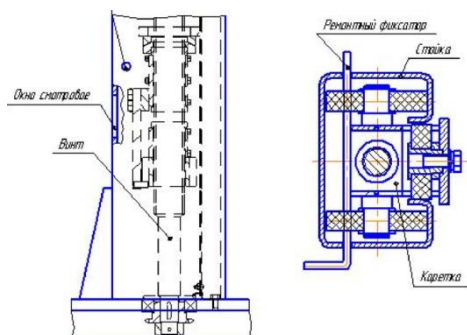

Рис. 6
- проверить положение блока гаек на винтах относительно смотрового окна. Положение должно строго соответствовать Рис. 6 и 7 на Стр. 15; 16.
- проверить положение подпятника и опорного кольца, которые должны быть установлены симметрично оси винта (См. рис. 6, стр. 16).
- вывести несущую гайку из зацепления каретки путем поднятия и фиксации каретки ремонтным фиксатором, который позволяет обеспечить беспрепятственный доступ к блоку рабочего механизма пары "винт-гайка" (рис. 6).
Необходимо регулярно контролировать состояние несущих гаек. Контроль производится через смотровое окно в нижнем положении кареток. Расстояние между несущей и контрольной гайками уменьшается до полного оседания несущей гайки. В новом подъемнике это расстояние около 13 мм (см. рис. 6). Если оно меньше 9 мм, то дальнейшая эксплуатация подъемника запрещена.
- при замене несущей гайки подпятник и опорное кольцо (рис. 6) установить симметрично (без перекаса) относительно оси винта.